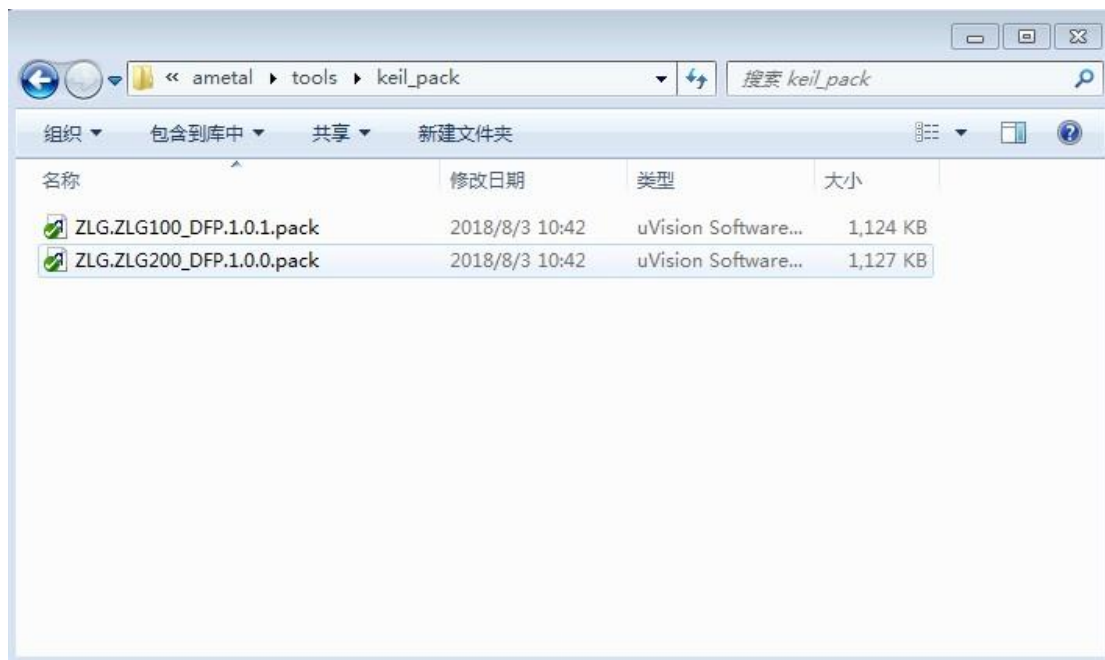

图 2.11 ZLG 系列芯片支持包
1. ZLG 系列芯片如 ZLG100、ZLG200 等。支持包位于 ametal/tools/keil\_pack/，如图 2.11 所示。